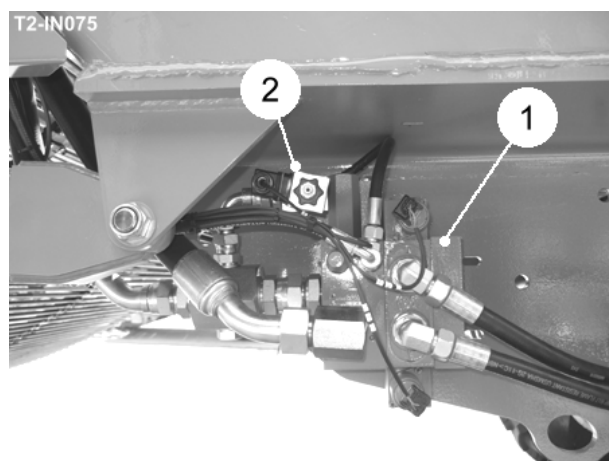

Fig 22
La promenade de l'essieu peut être mise à avancé , neutre ou peut être renversée  du changement de la bascule jaune sur la boîte de l'esclave ou du service en phase terminale. Quand avancé ou le revers est sélectionné, la valve du contrôle directionnelle (item 1, fig 22) demande le courant de l'huile de la pompe pour fournir le courant nécessaire exigé pour égaler la vitesse de la roue du moissonneur à la vitesse du tracteur. Lorsque le courant égale, le compensateur de la pression dans la pompe maintient une pression constante dans le système hydraulique qui est mis en phase terminale sur la valve du contrôle de la pression externe (item 2, fig 22) du service. Cette valve permet à une basse pression du fonctionnement d'être mis lequel est réglable pour donner l'assistance de la promenade exigée pour moisson normale. La vitesse avancée peut être égalée au tracteur en utilisant la vitesse ajustez en phase terminale sur le service. Quand le haut bouton de la pression  est pressé, le système qui opère la pression est augmenté au cadre du principal compensateur dans la pompe.